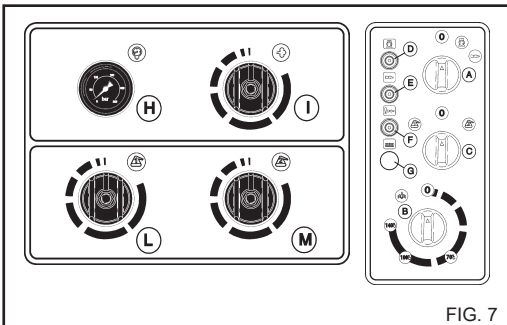

FIG. 7
Positionner le bouton du thermostat "B" (fig. 7) sur vapeur pour obtenir une augmentation de la température de l'eau en sortie (140 °C - 284°F).
A la fin de l'utilisation de la "Phase vapeur", positionner le bouton du thermostat "B" sur "0" (fig. 7), laisser refroidir l'appareil pendant 3 minutes environ avec le pistolet ouvert.
2) Actionner le nettoyeur, sélectionner au moyen du sélecteur C) fig. 7 le type de produit à utiliser ("1" ou "2") ouvrir le robinet détergent réf. L) pour produit "1" ou réf. M) pour produit "2" (fig. 7) en tournant la poignée dans le sens contraire des aiguilles d'une montre. Pulvériser sur la surface à laver de bas en haut. Laisser agir quelques minutes
3) Mettre le sélecteur du produit détergent C) fig.7 sur "0". Fermer les robinets de régulation en les tournant dans le sens des aiguilles d'une montre.